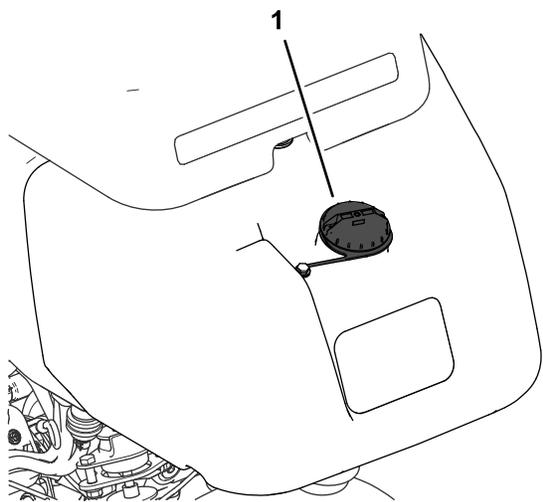

Рисунок 25
1. Очистите область вокруг крышки топливного бака и снимите крышку (Рисунок 25).